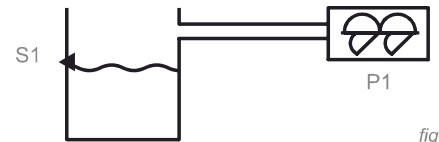

fig. 4
- El motor sigue en marcha hasta que expire **TIM010** para permitir el llenado de la tolva de servicio (fig.4).